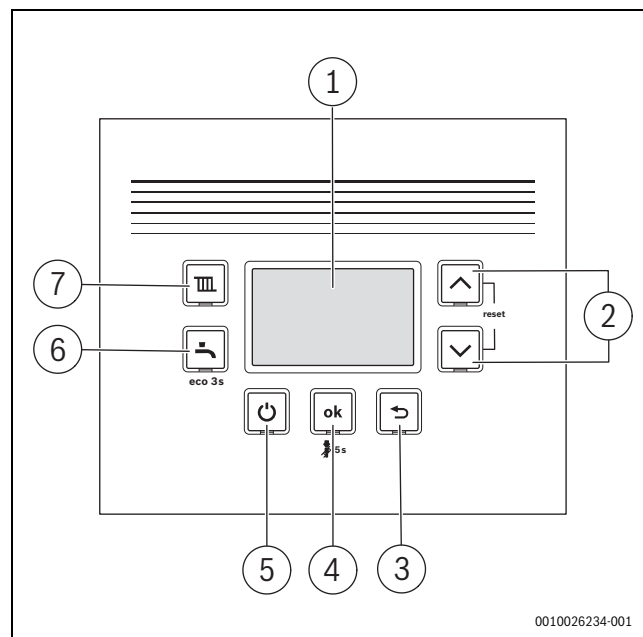

Bild 4 Bedienfeldübersicht
- ▶ Im normalen Betrieb Gerät mit der Taste (→ Bild 4, [5]) ein-/ausschalten.